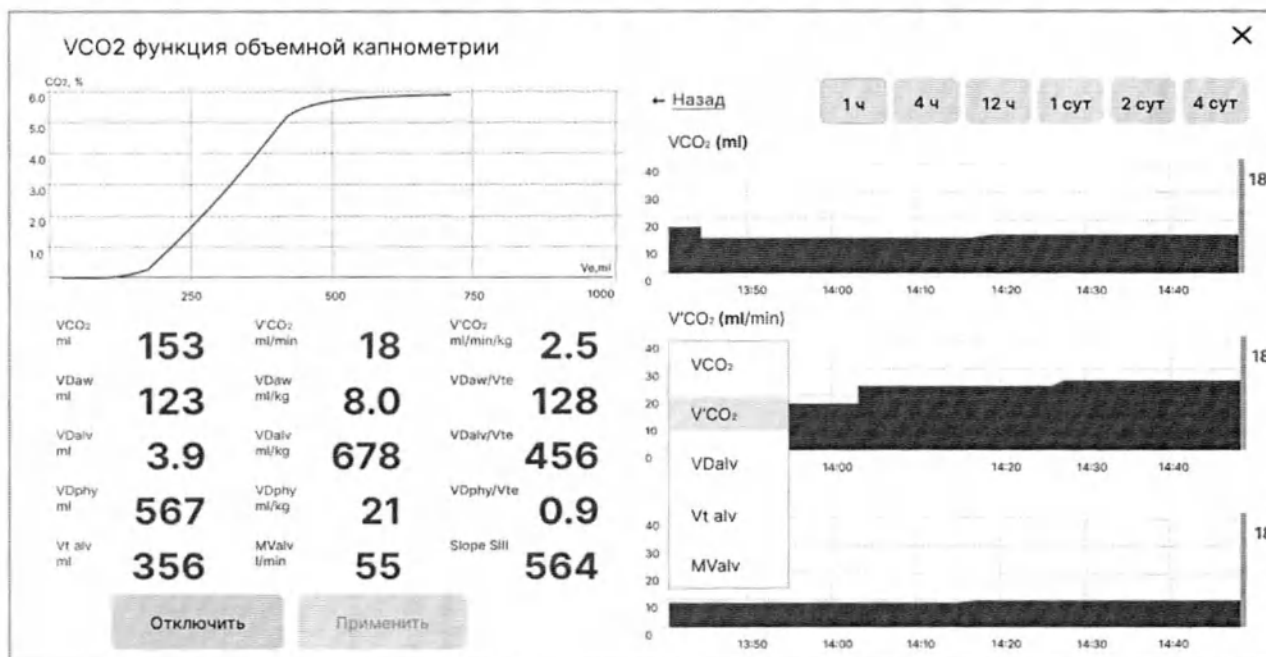

Рисунок 9.50 – Окно измерения и трендов функции « VCO_2 »
- 4 Чтобы войти в режим отображения графических трендов (см. рисунок 9.50), нажмите кнопку «Тренды →».